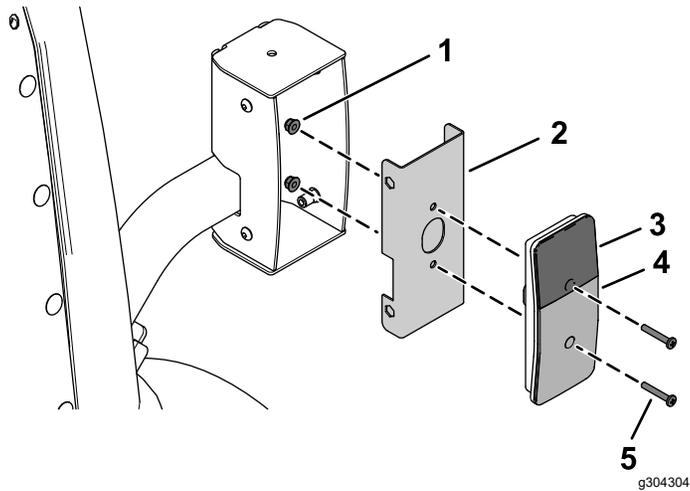
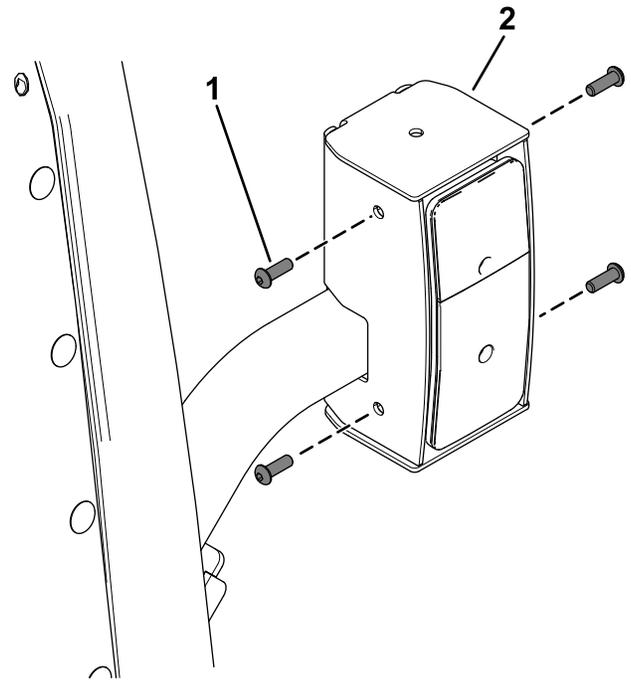

Figura 30
Figura 31
- Fije las luces traseras a los conjuntos de soporte interiores con 4 pernos de cabeza plana (N.º 10 x 1¼") y 4 tuercas con arandela prensada (N.º 10), como se muestra en la Figura 30.
- Fije las luces traseras montadas a las carcasas de las luces traseras con 8 pernos de cabeza de botón (¼" x ¾"), tal y como se muestra en la Figura 31.
Asegúrese de que instala las luces traseras con la lente amarilla en la parte superior (Figura 30 y Figura 31).